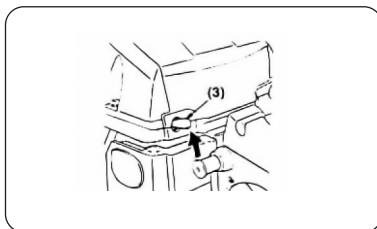

Рис. 7
- Установить переключатель в положение “I” (Рис. 7).